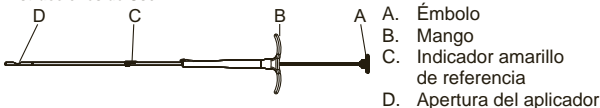

Figura 1 – Marcador del lugar de biopsia
- Cuando administre los gránulos mantenga la alineación correcta del indicador amarillo de referencia (C en la figura 1) con la flecha blanca de la sonda para biopsia.